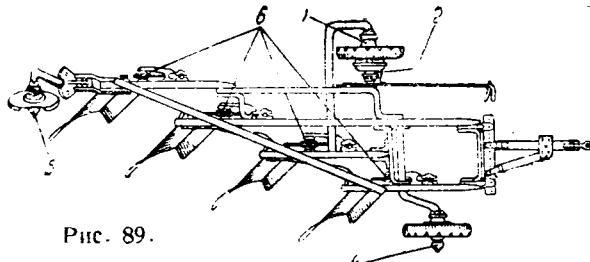

Рис. 89.
4. Смазать втулки дисковых ножей, ступицу заднего колеса (у всех плугов, кроме 5К35 последнего выпуска и 3К35-У, имеющих колесо на эликовых подшипниках), ступицу опорного колеса сцепки, втулку полевого колеса (смазочная точка I — рис. 89) у плугов ТП-4, ТПУ-3, ТПУ-4, ТПУ-5 и К412-б, а при работе в условиях большого количества пыли — втулки передних колес, у всех плугов, кроме 5К35 и 3К35-У.